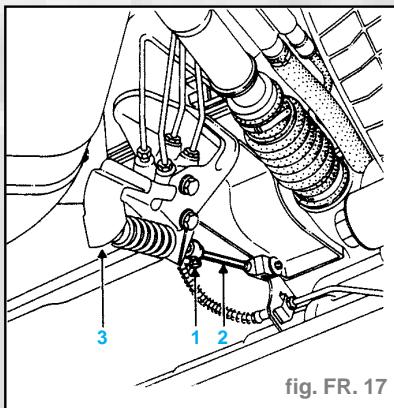

fig. FR. 17
- Pour le réglage du compensateur, débloquer la vis (1) et agir sur la position de la tige (2) dans le manchon (fig. FR. 17).